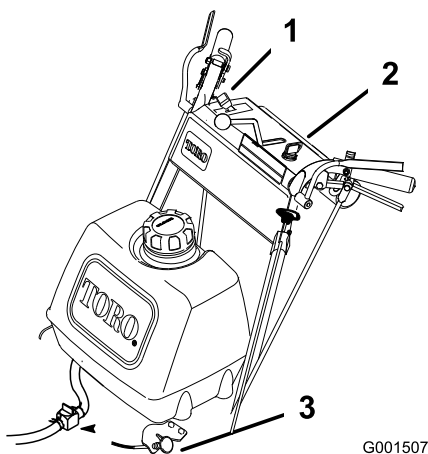

Figure 8
11. Repoussez le starter quand le moteur est chaud (Figure 8).
1. Placez la manette d'accélérateur en position de bas régime (Figure 8).